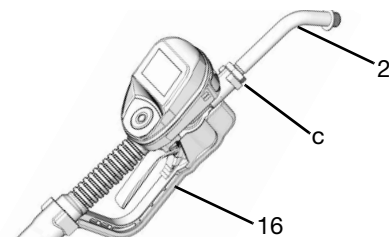

Рис. 10
1. Отрегулируйте гайку (c) на удлинительной насадке (2) таким образом, чтобы была использована максимальная длина ее резьбы (Рис. 10).
2. Вкрутите удлинительную насадку (2) в корпус до упора (Рис. 10).
3. Выровняйте удлинительную насадку (2) относительно корпуса и рукоятки раздаточного клапана с расходомером (16) (Рис. 10).
4. Плотно затяните гайку (c) (Рис. 10).